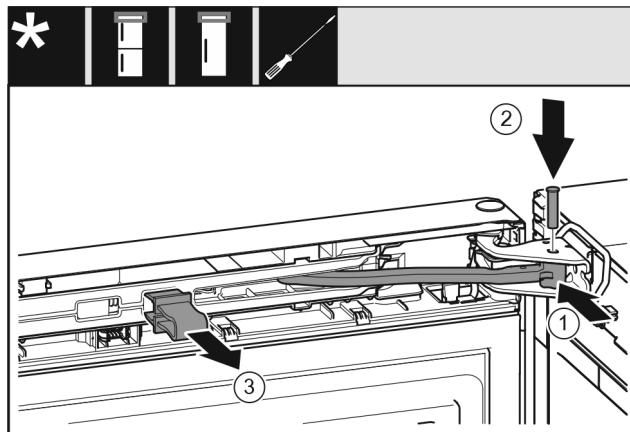

Fig. 70
- ▶ 将铰链 Fig. 70 (1) 转入托架。
- ▶ 将螺栓 Fig. 70 (2) 插入托架和铰链。同时注意止动凸轮需正确地处于凹槽中。
- ▶ 取下保险装置 Fig. 70 (3)。